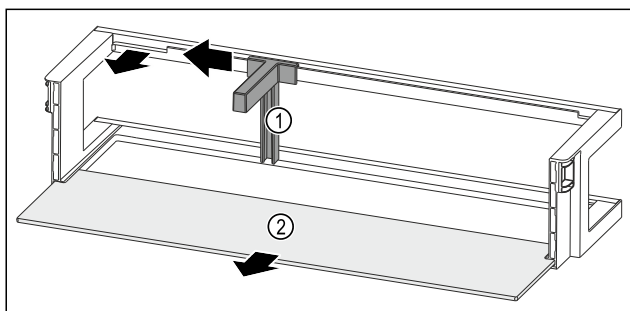

Fig. 118 带瓶托和搁板的门边存放架
- ▶ 将瓶托 Fig. 118 (1)推至槽边。
- ▶ 取出瓶托 Fig. 118 (1)。
- ▶ 取出搁板 Fig. 118 (2)。